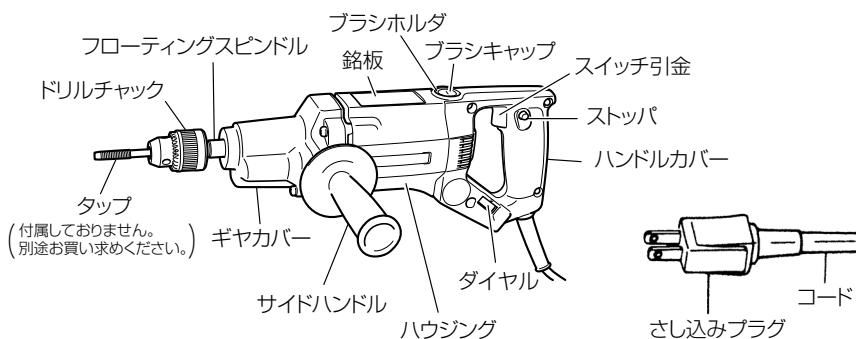

図 1
スイッチが入っているのを知らずにさし込みプラグを電源にさし込むと不意に起動し思わぬ事故の原因になります。スイッチは、スイッチ引金(図1参照)を引くと入り、はなすと切れます。スイッチの引金を引き、はなしたとき引金に戻ることを必ず確認してください。
スイッチはスイッチ引金を引いてからストッパを押すとスイッチ引金から指をはなしても入ったままになっており連続運転に便利です。切るときは再び引金を引くとストッパがはずれます。(図1参照)
- ねじ立てする穴にタップを押しつけますと、フローテングスピンドル(図1参照)は押されて中に引っ込み、回転は正回転に切替わってねじ立てができます。したがって、ねじ立て中は常に軽く押しつけておくことが必要です。